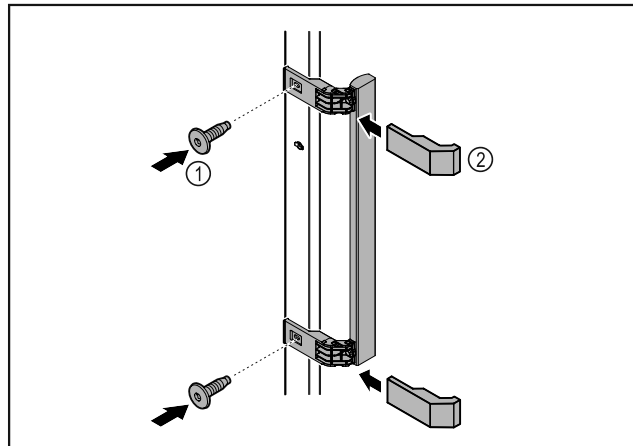

Fig. 57
- ▶ Griff aus dem Beipack mit den beiliegenden Schrauben Fig. 57 (1) an der Tür anbringen.
- ▶ Abdeckung Fig. 57 (2) aufsetzen.